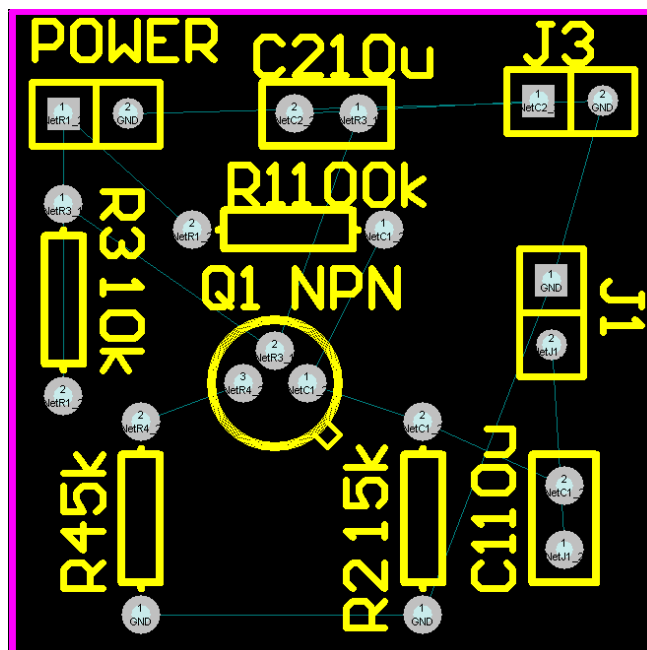

图 8-7
- 5、元件布局。打开导入网络表后的 PCB 文件，首先将所有元件封装移进电气边界线内，然后通过移动各个元件封装，使它们尽量布局合理，如图 8-7 所示。